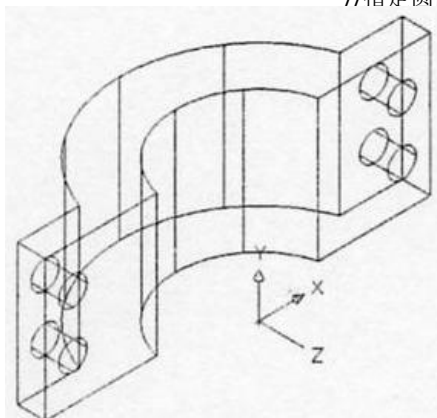

图 11-43 并集结果
17、按 Enter 键，旋转后的 ucs 如图 11-43 所示。单击【多边形】按钮 ，命令提示如下。